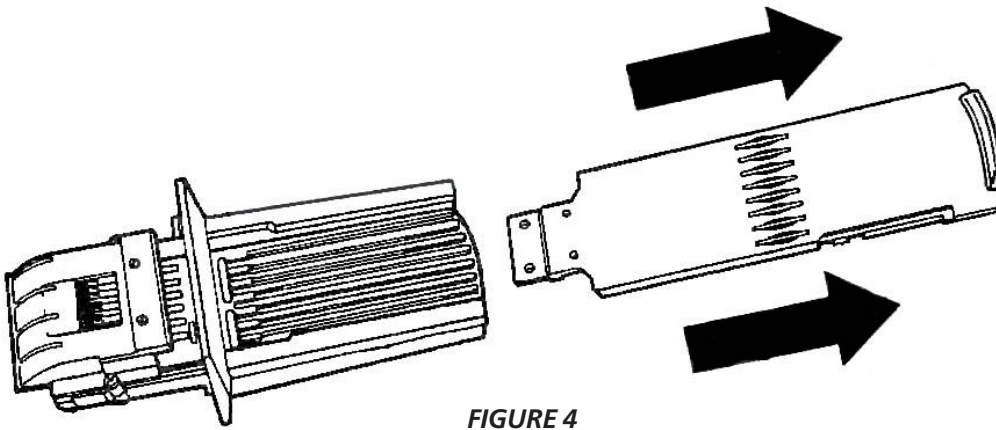

FIGURE 4
(2) Vis d'arrêt de glissière.
- Retirez de la chute à monnaie en la tirant de la glissière à monnaie (voir Figure 4).